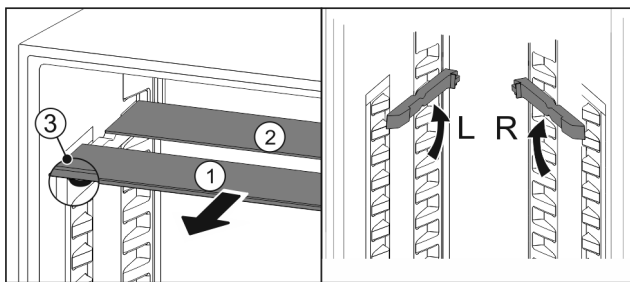

Fig. 88
- ▶ 将玻璃隔板逐个向前拉出 Fig. 88 (1)。
- ▷ 带装饰条的玻璃隔板 Fig. 88 (1)在前。
- ▷ 阻挡装置 Fig. 88 (3)指向下方。